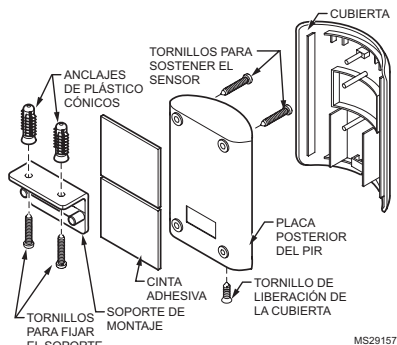

Fig. 10. Opciones de montaje del sensor de movimiento de ocupación de PIR.
- Opción de montaje en el techo: alinee el soporte de montaje y la placa posterior del PIR como se muestra en la Fig. 10. Inserte los dos tornillos pequeños en los orificios superiores de la placa posterior y fíjela al soporte. Con los dos tornillos largos (y, si es necesario, los anclajes de plástico opcionales) monte el soporte y la placa posterior del PIR al techo.